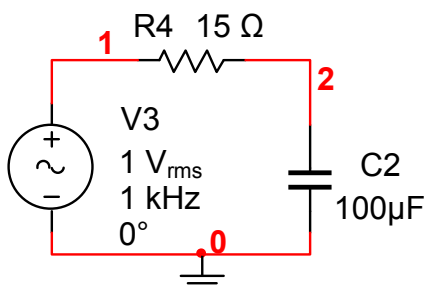

Рис. 2.
Як коло зворотного зв'язку застосовується фазовообертальне коло, складене з кількох RC-фільтрів нижніх частот (рис.2).
2. Зібрати схему, зображену на рис.2. Розрахувати теоретично та визначити шляхом моделювання (AC Analysis) граничну частоту фільтра. Розрахувати, на якій частоті буде самозбуджуватися автогенератор із 3 та 4 такими ланками в колі зворотного зв'язку.